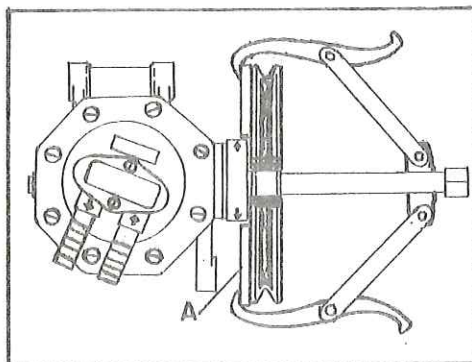
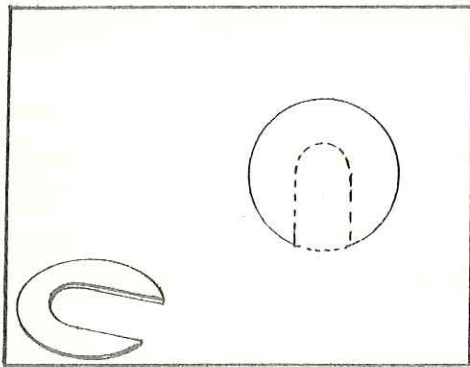

Fig. H-65 Extracción de la polea
Fig. H-66 Placa extractora para desmontaje de la polea del -
- 1.4. Para el desmontaje de la polea utilizar un extractor de tres garras, no sin antes haber colocado la placa extractora detrás de la polea (Fig. H-65). Esta placa puede fabricarse según las indicaciones de la fig. H-66.